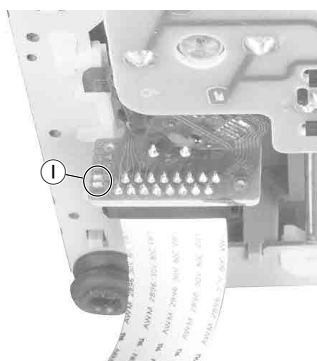

Fig. 7
Hinweis: Vor Abziehen der Flexprintleitung Sicherheitslötlstelle (I) (Fig. 7) an der Pickup-Einheit kurzschließen. Dadurch wird verhindert, daß die Laserdiode durch statische Aufladung zerstört wird.
Note: Shortcircuit the safety solder pads (I) (Fig. 7) on the pickup unit before unplugging the flexprint to avoid a damage to the laser diode by static charges.